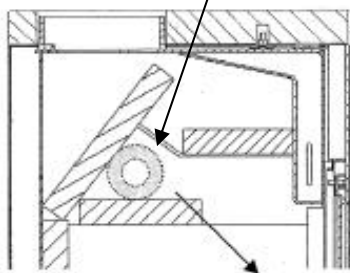

Fig 6.
- Prima di procedere all'accensione rimuovere il materiale di imballaggio del parafiamma sopra il focolare (fig. 6) ed eventualmente anche il nastro adesivo del vetro senza lasciare residui.